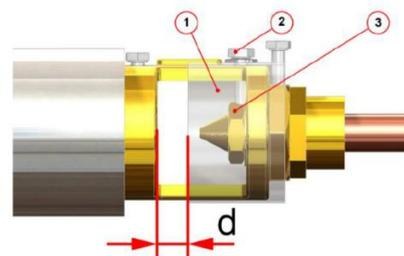

Fig. 12
- Débloquer la bague d'air (Fig12 rep1)
- Régler la distance « d », bloquer l'écrou (Fig12 Rep1).